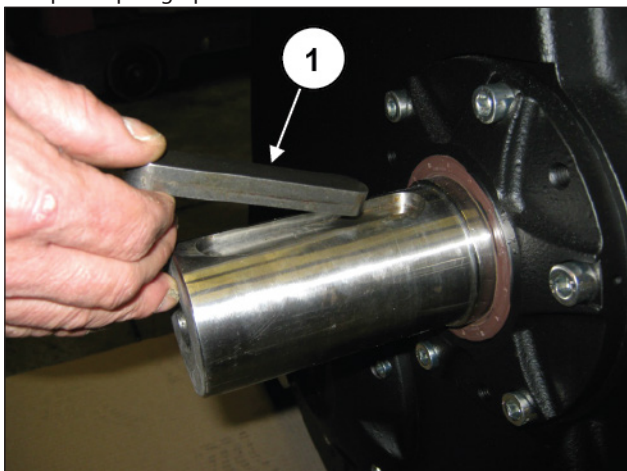

Fig. 144
Poser la clavette sur l'arbre de la prise de force (rep. ①, Fig. 144).